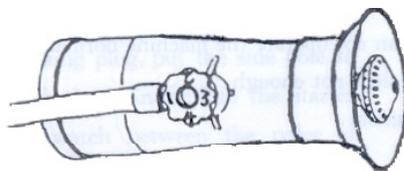

Figura 9
1. **Niebla.** Afloje el tapón de presión, regule la longitud de apertura de la boquilla según la aplicación que desee. Gire la válvula de regulación para cambiar la cantidad de descarga. Ver figura 9